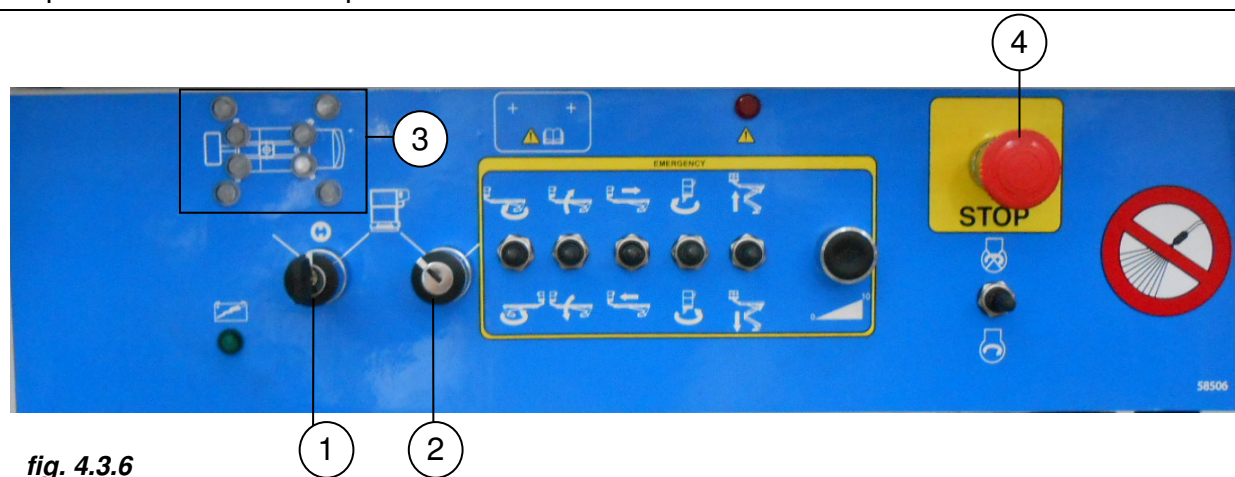

fig. 4.3.6
- ruotare la chiave del selettore (**pos. 1 fig. 4.3.6**) nella posizione "Piattaforma di lavoro"
- inserire la chiave nel selettore del quadro comandi a terra e ruotarla in posizione “stabilizzatori” (*pos. 1 fig. 4.3.6*)
- verificare lo spegnimento delle spie degli stabilizzatori (*pos. 3 fig. 4.3.6*)
- ruotare la chiave nella posizione “neutra” ed estrarla dal selettore (*pos. 1 fig. 4.3.6*).